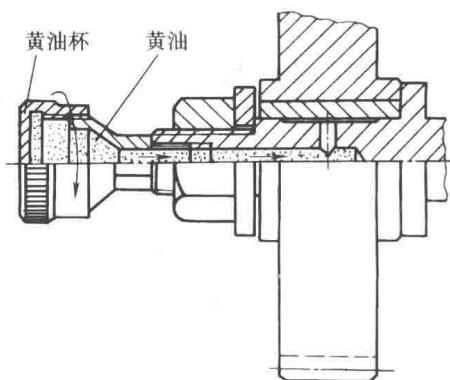

图 1-6 油脂杯润滑
⑥打开交换齿轮箱盖，在惰轮上的油脂杯内装入工业润滑脂，然后将杯盖向里旋进半圈，使润滑脂进入轴承套内，如图1-6所示。要求每周加油装满，每班则须将杯盖向里旋进一次。